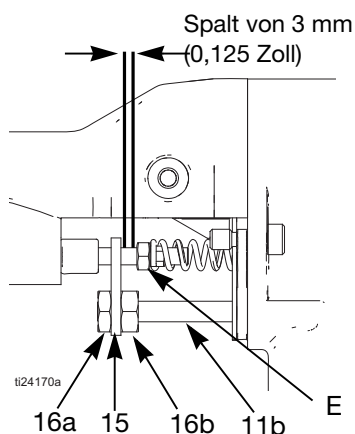

ABB. 25. Einstellung des Stellglieds
2. Luftkappe entfernen. Siehe , Seite 31, Schritt 2. Entfernen Sie das Pistolenabdeckblech (26).
3. Gegenmutter (16), Stellglied (15) und Einstellmutter (16) entfernen. Siehe ABB. 25.
2. Luftkappe entfernen. Siehe Seite 31, Schritt 2. Entfernen Sie das Pistolenabdeckblech (26).
Siehe ABB. 25.
5. Die Gegenmutter (16a) und das Stellglied (15) entfernen. Siehe ABB. 25.